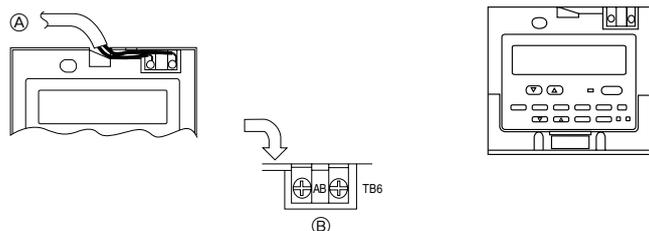

Fig. 7-8
- ③ Para instalação directa na parede
- ③ Parede
- ④ Conduta
- ⑤ Contraporca
- ⑥ Casquilho
- ⑦ Caixa de distribuição
- ⑧ Fio do controlo remoto
- ⑨ Vedar com betume
- ⑩ Parafuso de madeira
2) Instruções de instalação (Fig. 7-8)
- ① Ligue o fio do controlo remoto ao bloco terminal.
- ① Ao bloco de terminais na unidade interior
- ② TB6 (Não há polaridade)